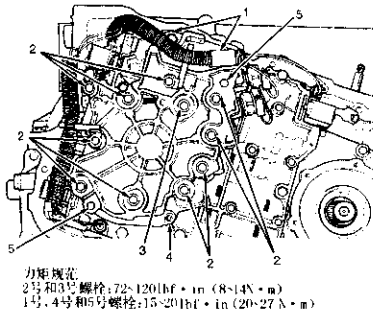

图 2-32 油泵螺栓位置
⑮ 使用定位销，将阀体总成安装到油路板上（图2-31）。使用固定器和螺栓将伺服缸油管安装到阀体里。将油泵安装到阀体总成上。装上油泵连接螺栓（图2-32）。